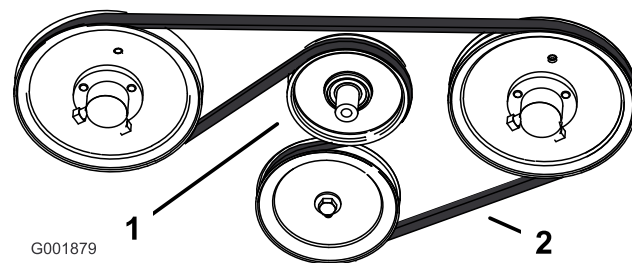

Figura 65
3. Para volver a colocar la correa, tire hacia abajo de la polea tensora tensada con muelle, y retire la correa de tracción de las poleas del motor y de la bomba hidráulica (Figura 65). Retire la correa entre las poleas.
4. Instale la correa nueva alrededor de las poleas del motor y de la bomba hidráulica (Figura 65).
5. Tire hacia abajo de la polea tensora tensada con muelle y alinéela debajo de la correa de tracción. Libere la presión en la polea tensora tensada con muelle (Figura 65).